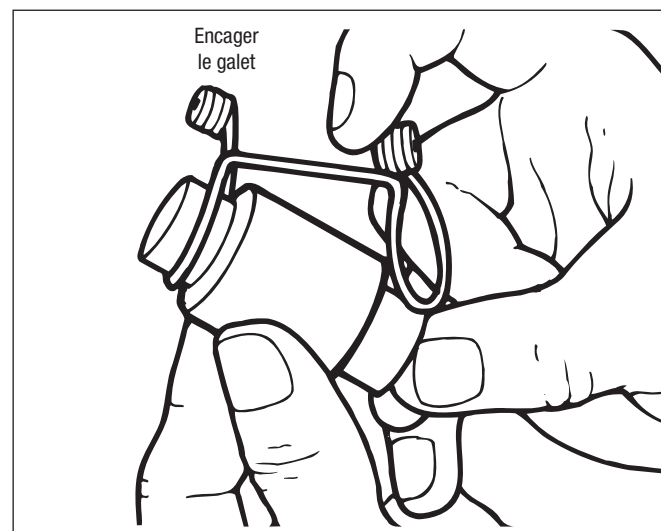

Figure 64 – Pose de la cage du galet
- Encager le galet à chaque extrémité, tel qu'illustré. **REMARQUE :** Veiller à lubrifier les logements sur l'âme avant d'y placer le galet. Cf. Figure 64.